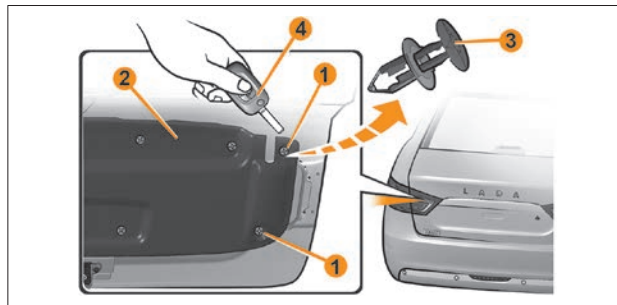

Рис. 14. Замена ламп света заднего хода и габаритного огня на наружном фонаре
- расфиксировать два крайних держателя **1** (рис. 14) обивки багажника **2**. Держатель обивки представляет собой конструкцию из неподвижного основания и подвижного фикси-
рующего «грибка» **3** (рис. 14). В поднятом состоянии «грибок» держатель расфиксирован;
- для расфиксации держателя обивки **3** (рис. 14) необходимо, например, лезвием ключа выключателя зажигания **4** (рис. 14) немного приподнять подвижную часть обоих держателей;